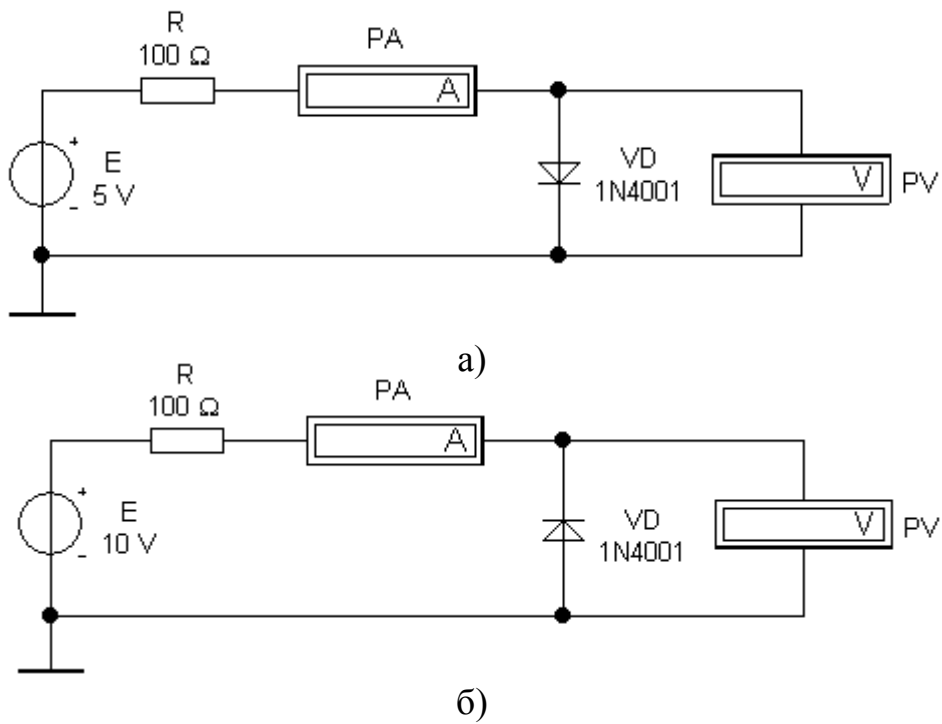

Рисунок 3 – Схема для зняття ВАХ випрямного діода: а) прямої частини; б) зворотної частини
- 2.1 Запустити програму EWB і в меню обрати схему (рис. 3) і встановити опір резистора  $R$  відповідно варіанту (таблиця 2).